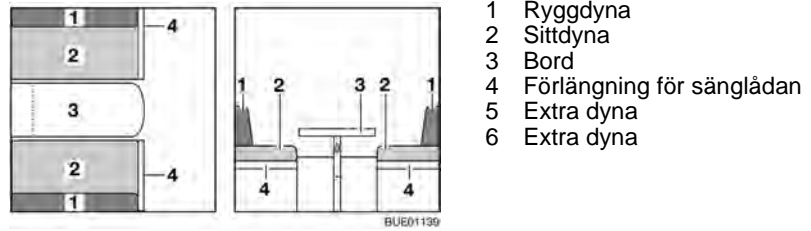

Bild 88 Före ombyggnaden
- Bygg om bordet (Bild 88,3) till sängbotten (se avsnitt 6.11).
- Fäll ut sänglådornas förlängning (Bild 88,4).
- Tag bort ryggdynorna (Bild 88,1) och lägg dem åt sidan.